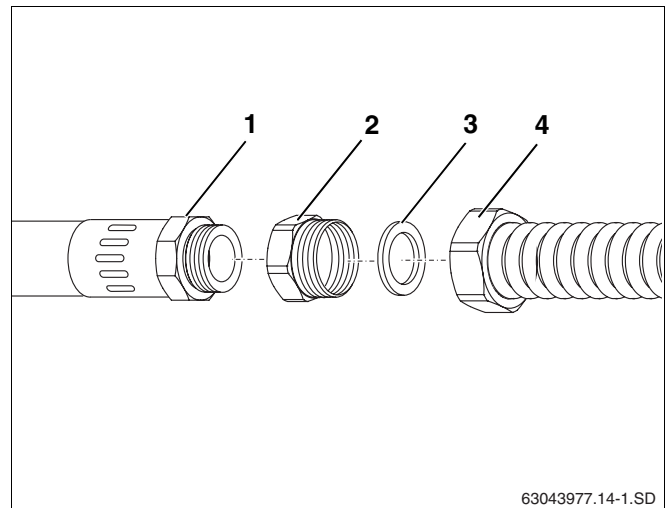

Abb. 12 Twin Tube DN 20 an Speicheranschluss montieren
- Reduzierstück Rp $\frac{3}{4}$ × R1 (Abb. 12, **Pos. 2**) auf den Speicheranschluss R $\frac{3}{4}$ (Abb. 12, **Pos. 1**) schrauben.
- Dichtung D24x30 (Abb. 12, **Pos. 3**) in die Überwurfmutter (Abb. 12, **Pos. 4**) einlegen.
- Überwurfmutter (Abb. 12, **Pos. 4**) mit dem Reduzierstück Rp $\frac{3}{4}$ × R1 (Abb. 12, **Pos. 2**) verschrauben.